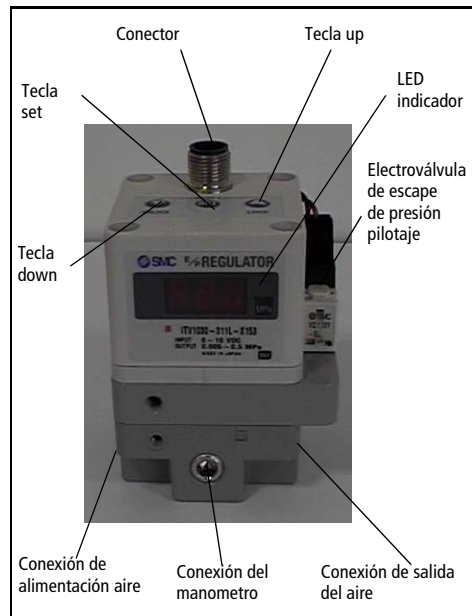
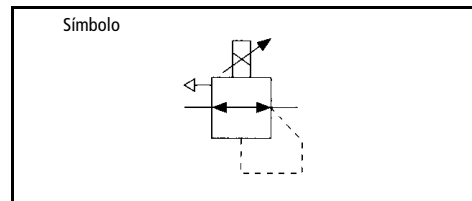

Fig. 1
Fig. 2
- Para ajustar la presión mínima (en el indicador LED aparece F-1) utilice las teclas up/down (Fig 1) luego presione la tecla 'Set' (Fig 1) para 'fijar' el ajuste.
- Para ajustar la presión máxima (en el indicador LED aparece F-2) utilice las teclas up/down (Fig 1) luego presione la tecla 'Set' (Fig 1) para 'fijar' el ajuste.
- Para ajustar la salida digital 1 (en el indicador aparece P-1) utilice las teclas up/down (Fig 1) luego presione la tecla 'Set' (Fig 1) para 'fijar' el ajuste.
- Para ajustar la salida digital 2 (en el indicador aparece P-2) utilice las teclas up/down (Fig 2) luego presione la tecla 'Set' (Fig 1) para 'fijar' el ajuste.
'Loc' Si se presiona cualquier tecla, en el display (Fig.1) parpadea la indicación 'Loc'.
- 1) Presione la tecla 'Down' (Fig 1) durante más de 2 segundos.
- 3) Presione la tecla 'set' (Fig 1) para bloquear.
Nota: Para anular, presione la tecla 'Up' (Fig 1).
- 1) Presione la tecla 'Up' (Fig 1) durante más de 2 segundos.
- 3) Presione la tecla 'Set' (Fig 1) para bloquear.
Nota: Para anular, presione la tecla 'Down' (Fig 1).
Si el equipo ITV1000 detecta alguna anomalía el indicador LED (Fig 1) muestra 'Er' seguido de un código. Desconecte la alimentación, averigüe el problema y resuélvalo. Tras corregir el fallo, reinstaure la alimentación eléctrica.
Presione las teclas 'Up' y 'Down' (Fig 1) conjuntamente durante más de 3 segundos. El indicador muestra 'RES'. Para que las presiones mínima y máxima y las salidas digitales P1 y P2 vuelvan a su condición inicial, libere las teclas.
Nota: Si la fuente supera los 30mA el sensor se visualizará en el indicador LED (Fig 1) mostrando 'Er 5'.